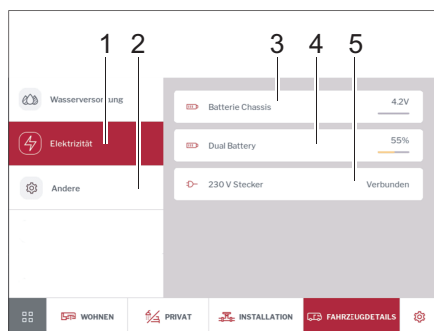

Fig. 290 Électricité et température intérieure
- Appuyer sur la touche *Électricité* (Fig. 290,1). La tension de la batterie du véhicule (Fig. 290,3), l'état de charge de la batterie auxiliaire en % et/ou la tension de charge de la batterie AGM en Volts (Fig. 290,4) ainsi que l'état de l'alimentation 230 V (Fig. 290,5) sont affichés.
- Appuyer sur la touche *Autres* (Fig. 290,2). La température intérieure s'affiche.